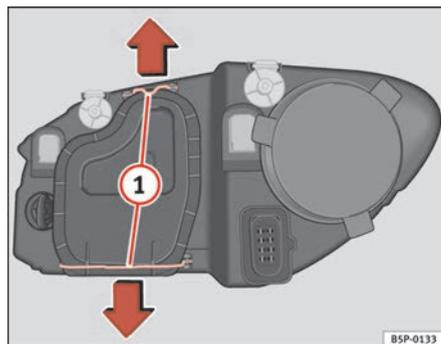

Fig. 181 Feux de croisement
- Déplacez les tirants ⇒ fig. 181 ① dans le sens de la flèche puis retirez le cache.